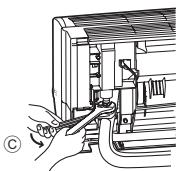

Fig. 3-9
4. Serrer l'écouvillon évasé à l'aide d'une clé à fourche double. (Fig. 3-9)
6. Serrer l'écouvillon évasé à l'aide d'une clé à fourche double. (Fig. 3-9)